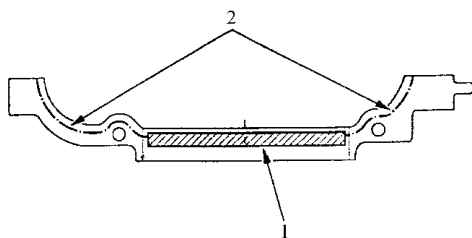

图 2-133 涂抹密封胶
15) 将正时链壳体配合面、螺栓和螺栓孔的旧液体密封胶清除。清洁并干燥正时链壳体配合面。如图 2-133 所示, 将 P/N08C70-K0234M、08C70-K0334M 或是 31S 型液体密封胶均匀地涂在正时链壳体的缸体配合表面及各孔的内螺纹上。
16) 如图 2-133 所示, 将 P/N08C70-K0334M 或是 31S 型液体密封胶均匀地涂在正时链壳体的油底配合表面及各孔的内螺纹上。